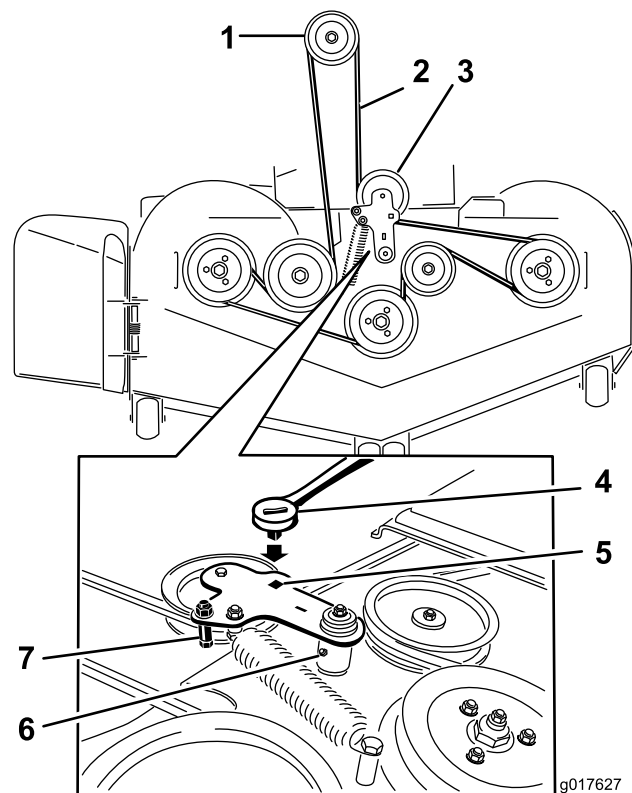

Figura 61
5. Inserite un cricchetto nel foro quadrato del braccio di rinvio per allentare la molla del tenditore (Figura 61).
7. Togliete il guidacinghia dal braccio di rinvio a molla (Figura 61).
9. Montate la nuova cinghia attorno alle pulegge del tosaerba e alla puleggia della frizione, sotto il motore (Figura 61).
10. Montate il guidacinghia sul braccio di rinvio (Figura 61).
11. Con il cricchetto nel foro quadrato, montate la molla del tenditore (Figura 61).